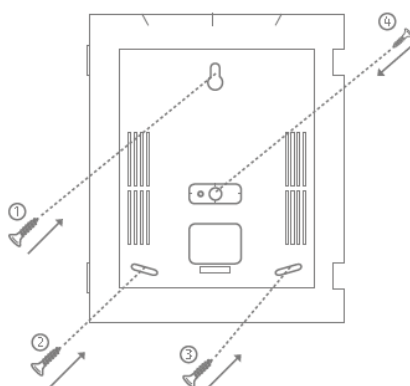

Afbeelding 2
- Draai de schroeven los en open het deksel (afbeelding 2)